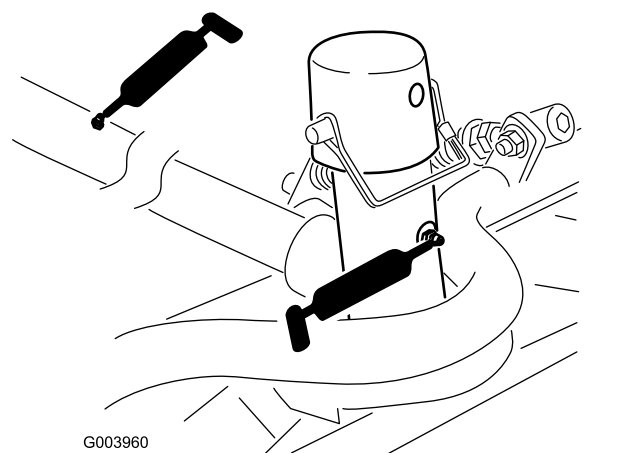

Figura 76
- Bastidor de tiro y pivote de la unidad de corte (2 en cada) (Figura 76).